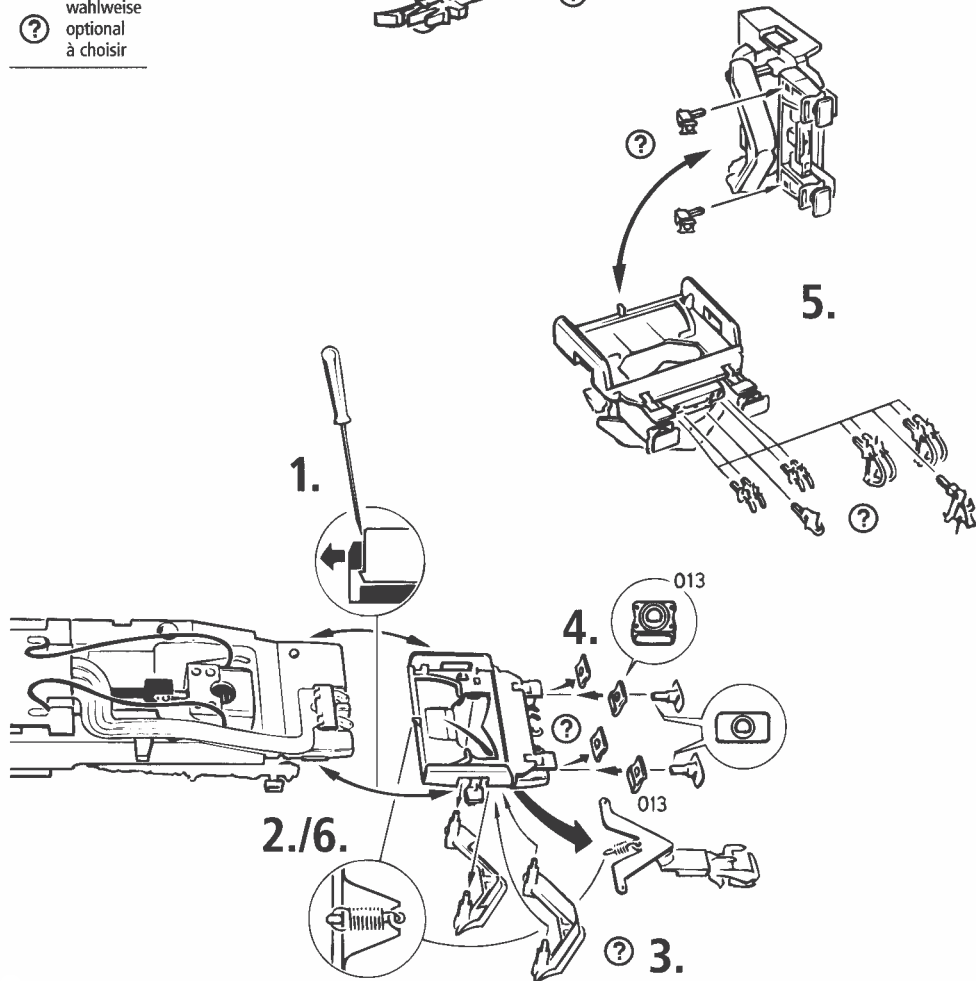

Fig. 3
Mehrzugbetrieb: Zuerst Lokgehäuse abnehmen (Fig. 3). Danach den Brückenstecker aus der Schnittstelle entfernen (diesen sorgsam aufbewahren). Danach den Stecker des Steuerbausteins lagerichtig einsetzen (siehe Fig. 4).
2. Schmierung: Versehen Sie die im Schmierplan in Fig. 8 gekennzeichneten Stellen mit nur **kleinen Öltropfen**. Dazu zuerst das Lokgehäuse abnehmen (Fig. 3). Wir empfehlen den ROCO **Öler Art.-Nr. 10906**. Fürs Schmieren der Getriebeteile (Zahnräder, Schnecke) empfehlen wir das **ROCO-Spezialfett Art.-Nr. 10905**. Im Falle der Schmierung diese Teile **nicht ölen**.
3. Lämpchenwechsel: Lokgehäuse abnehmen (Fig. 3). Danach können Sie die Lämpchen wechseln (Fig. 5).
5. Kohlebürstenwechsel: Lokgehäuse abnehmen (Fig. 3). Danach wird der Motor ausgebaut und die Kohlebürsten ausgewechselt (Fig. 9).
2. Lubrication: Apply **tiny oil drops** to spots marked in fig. 8. Prior to lubrication dismantle locomotive (fig. 3). We recommend using item no. **10906, ROCO oiler**. For lubrication the gearparts (e.g. cogwheels, worm) we would recommend our ROCO **special grease** (item no. **10905**).
3. Change of lights: First remove loco body (fig. 3), and then change lights (fig. 5).
5. Carbon Brush Changing: First remove loco body (fig. 3), and then the motor (fig. 9).
2. Graissage: N'appliquez **qu'une toute petite goutte** aux endroits indiqués par le plan de graissage (fig. 8) après avoir démonté la caisse de la locomotive (fig. 3). Nous vous recommandons le **graisseur à huile ROCO réf. 10906**. Pour graisser les engrenages (roues dentées, vis sans fin) nous vous conseillons la **graisse spéciale ROCO réf. 10905** pour engrenages en matières synthétiques. Lorsque vous utilisez cette graisse il faut éviter d'huiler ces composants.
3. Remplacement des ampoules: Démontez la caisse (voir fig. 3), puis vous pouvez échanger les ampoules (fig. 5).
5. Remplacement des balais du moteur: Démontez la caisse (voir fig. 3). Démontez ensuite le moteur et échangez le balais (fig. 9).